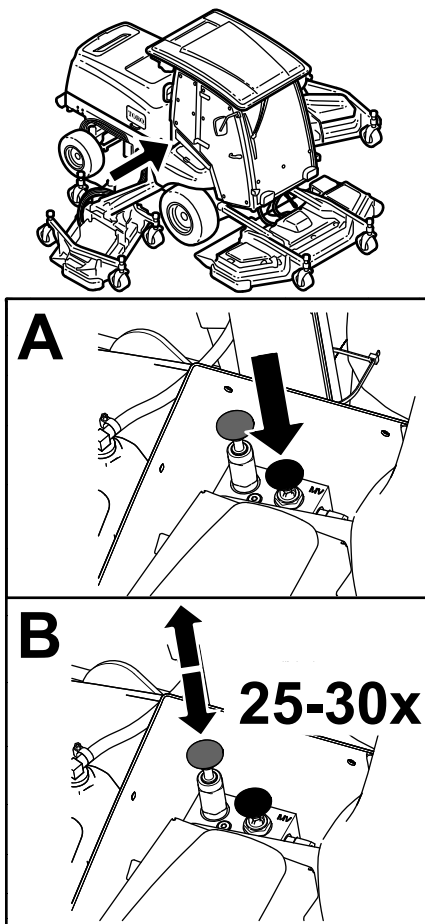

Figure 39
1. Vanne de dérivation (2)
4. Desserrez manuellement le frein de stationnement automatique à l'aide de la vanne de dérivation et du poussoir, comme montré à la Figure 39.